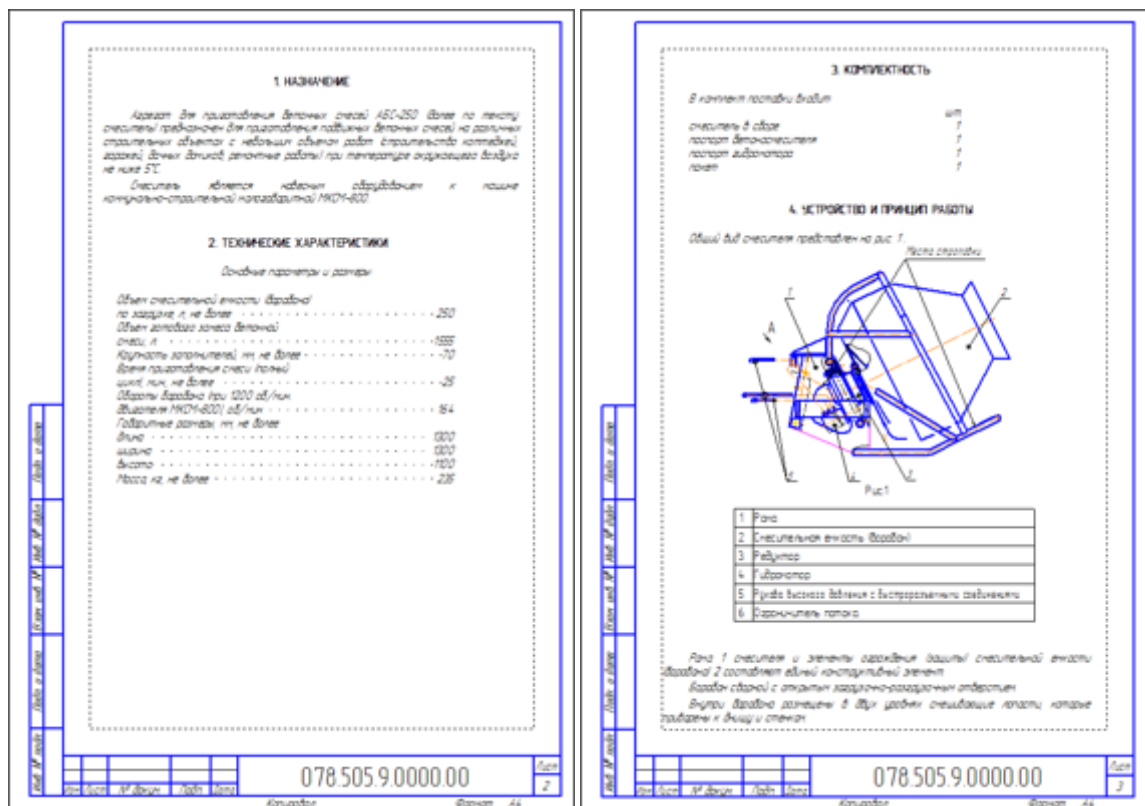

Рисунок 9.
**Текстовый документ** — документ, содержащий преимущественно текстовую информацию. В документ можно вставить фрагмент КОМПАС, растровое изображение различных форматов, таблицы. Текстовый документ оформляется рамкой и основной надписью. Он часто бывает многостраничным. В текстовом документе можно создавать пояснительные записки, извещения, технические условия и т.п. Файл текстового документа имеет расширение kdw и в списках документов представлен значком текстового документа (рис.9).